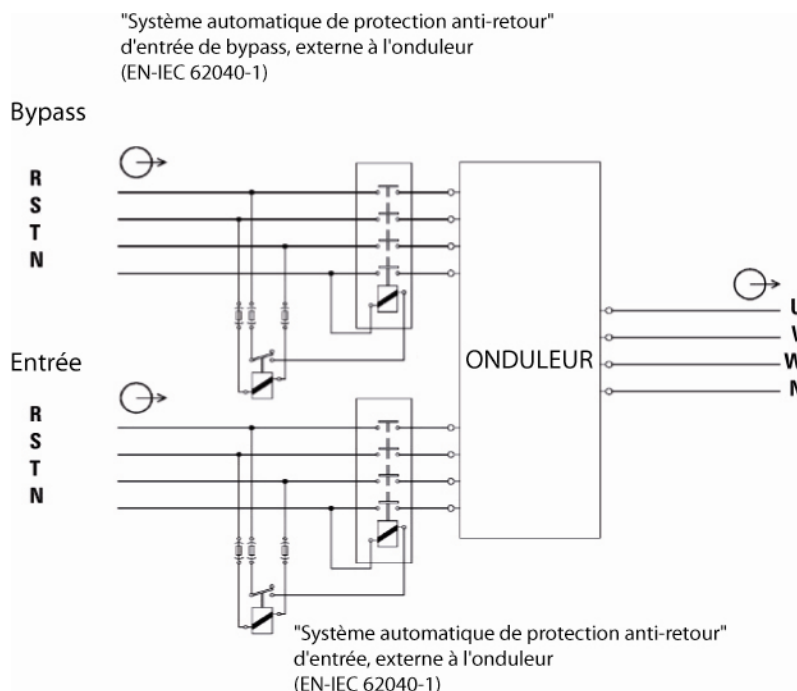

Fig.13. Schéma d'installation de la « Protection contre Les retours de tension ».
- Conformément à la norme EN-CEI 62040-1, l'installation doit comporter un système de «Protection contre les retours de tension (backfeed)», un contacteur par exemple, afin d'empêcher qu'une tension ou une énergie dangereuse arrive sur l'entrée secteur lors d'une panne de secteur (voir la fig. 13).
- Conformément à la norme EN-CEI 62040-1, l'installation doit comporter un système de « Protection contre les retours de tension (backfeed) », un contacteur par exemple, afin d'empêcher qu'une tension ou une énergie dangereuse arrive sur l'entrée secteur lors d'une panne de secteur (voir fig. 13).